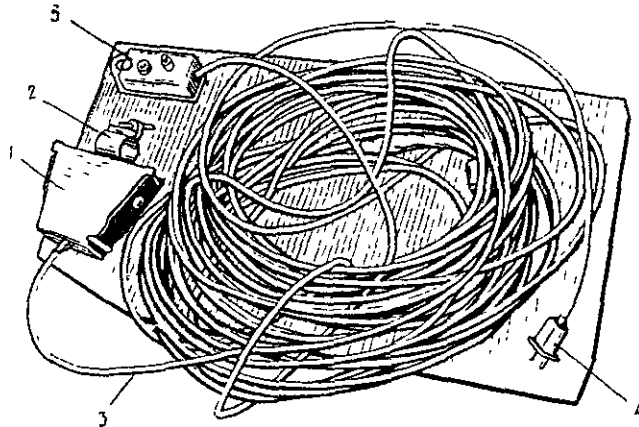

Рис. 22 Приспособление для регулировки частоты вращения закрытия клапанов перепуска воздуха:
- разчистите датчик 1 (рис. 22) приспособления для регулировки частоты вращения закрытия клапанов перепуска воздуха между клапанами;